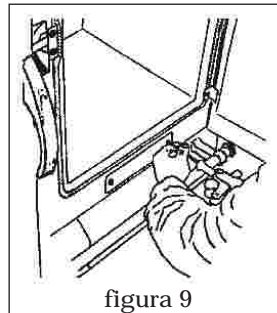

figura 9
- Se accede a la salida de humos por la parte inferior, retirando la portezuela de limpieza que se encuentra debajo de la boca de horno de la cocina (figura 9).